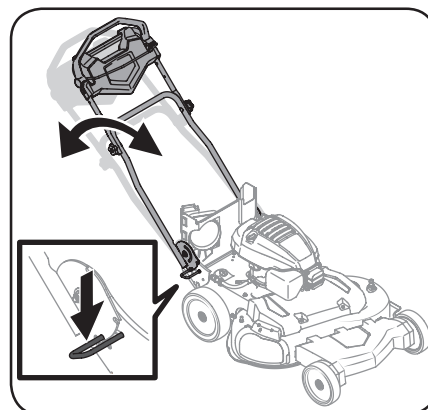

Figure 2-3
4. La hauteur de la poignée peut être réglée dans une des deux positions. Poussez le levier de réglage de la poignée vers le bas avec votre pied et placez la poignée dans la position la plus confortable. Voir Figure 2-3.